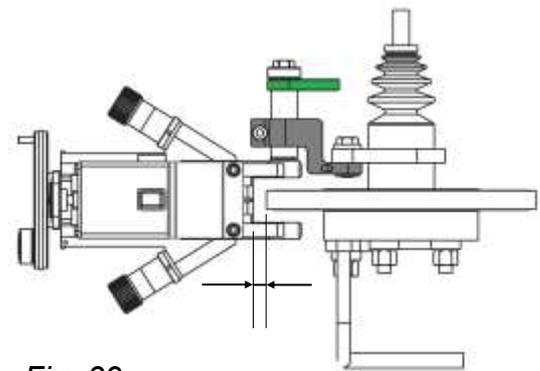

Fig. 39
1. Mettez le DL8704 dans la position, fig. 39.